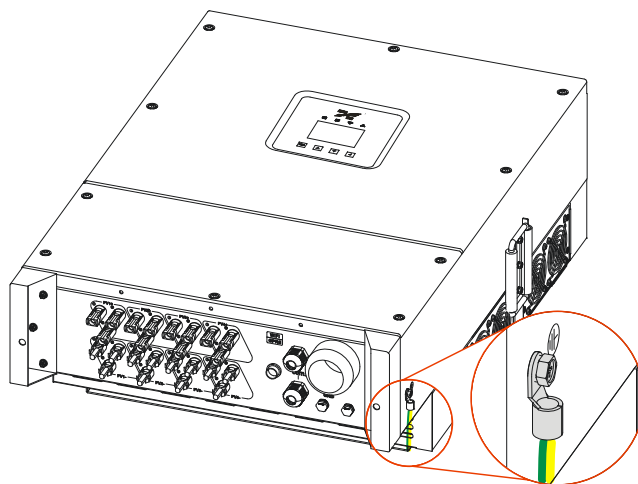

Figura 3-10 Aterramento
- Etapa 1 Antes de realizar a conexão elétrica, certifique-se de que o terminal de aterramento do inversor esteja conectado ao aterramento, conforme mostrado na Figura 3-10.